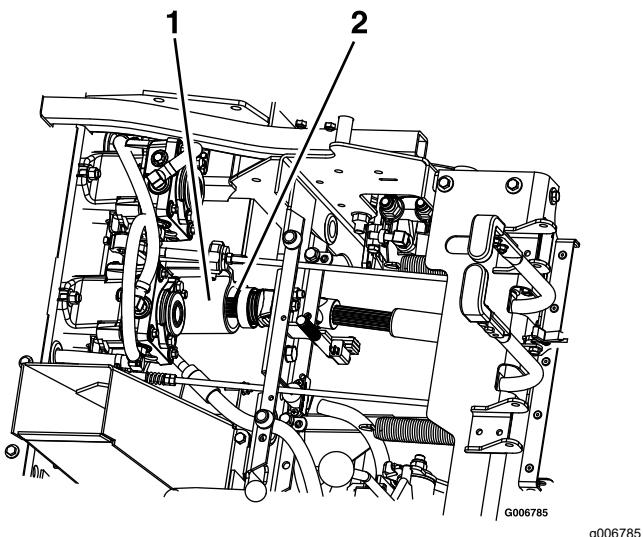

Figure 73
9. Déverrouillez le siège et séparez l'arbre d'entraînement de l'arbre intermédiaire avec l'accouplement rapide (Figure 73). Voir Déverrouillage du siège \(page 22\).
5. Posez l'arbre d'entraînement sur l'arbre intermédiaire (Figure 73).